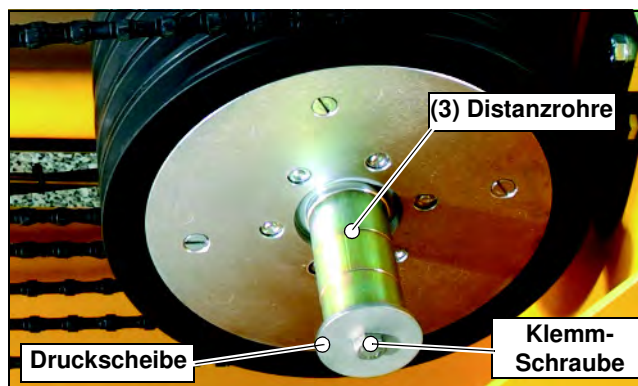

Bild 5.6 CSA-1001, Klemmen der Speicherrollen auf einer Speicherrollen-Welle
- Sichern Sie die Rollen beim CSA•1001 H mit den Distanzrohren, der Druckscheibe und der Klemm-Schraube auf den Achsen (Bild 5.6).